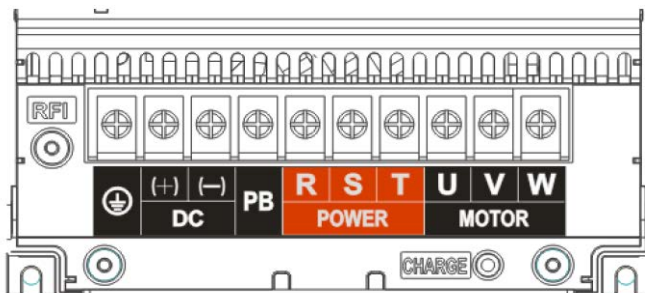

Рис. 3-12. Схема силовых клемм ПЧ мощностью 7,5~22 кВт
Слаботочные аналоговые сигналы особо подвержены внешним помехам, поэтому необходимо использовать экранированный кабель длиной менее 20 м, как показано на рисунке ниже. Если аналоговый входной сигнал поступает на внешний источник питания, подключение к клемме AI1 выполняется, как показано на Рис. 3-12.
- (а) Если источником входного аналогового сигнала напряжения является потенциометр, подключение к клемме AI1 выполняется, как показано на Рис. 3-12